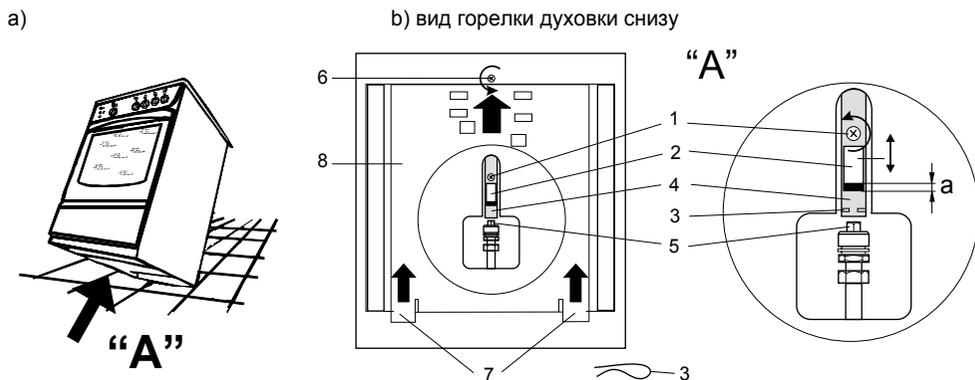

Рис. 7
- из отсека выдвижного ящика открывается доступ к нижней части горелки духовки (Рис. 7.а),
- ослабить винт 1 и передвинуть подвижную часть регулятора отверстия всасывания воздуха 2 (рис. 7.б) так, чтобы сердцевины огоньков пламени приобрели четкую каплевидную форму зеленовато-синего цвета с фиолетовой каймой, как у конфорок варочной панели,
- с трубки 4 духовки (рис. 7.б) снять скобу-фиксатор 3, затем выкрутить форсунку 5, заменить ее новой и защелкнуть на место скобу-фиксатор 3,